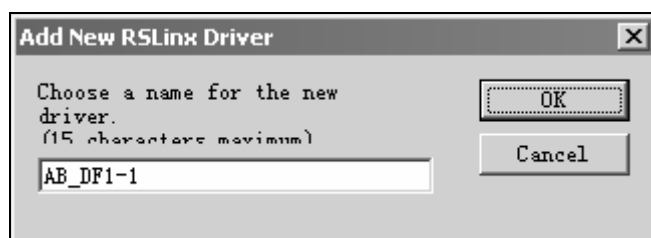

图 3-128 添加新驱动
(4) 单击 Add New (添加新驱动) 按钮, 将弹出如图 3-128 所示窗口。